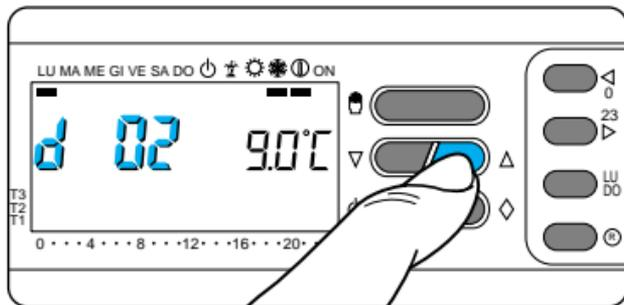

Fig. 60
**10.6** - Pulse el botón  o  (fig. 60)